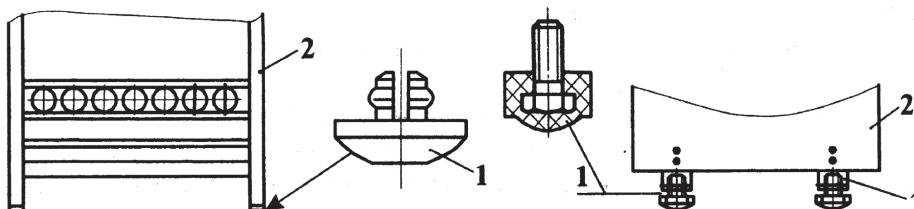

Рис. 6
Установить капроновые опоры в отверстия передней и задней стенки плиты (рис. 6).
- Установить регулируемые ножки в кронштейны, расположенные в нижней части плиты. Вращением опор добиться горизонтального положения плиты (рис.6а). Для удобства вращения чуть приподнимите край плиты со стороны регулировки.
Рис.6а